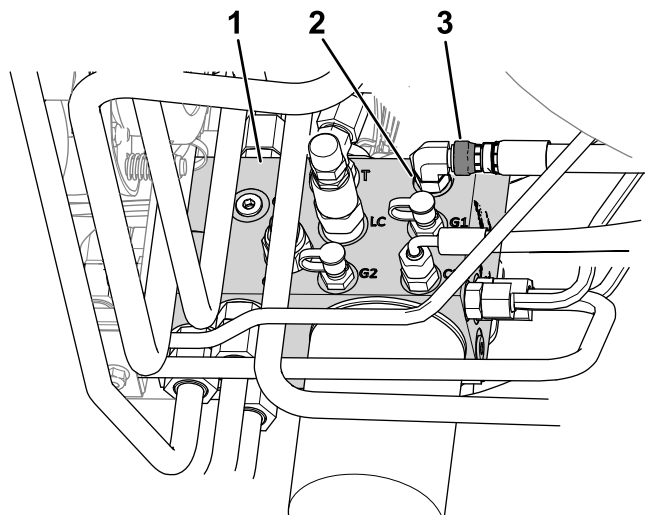

図 8
- B. 油圧マニホールドのポート C1 に接続されているホースのスイベルナットをゆるめる 図 8。
- E. ホースのスイベルナットをポート C1 (図 8) に 41 N・m でトルク締めする